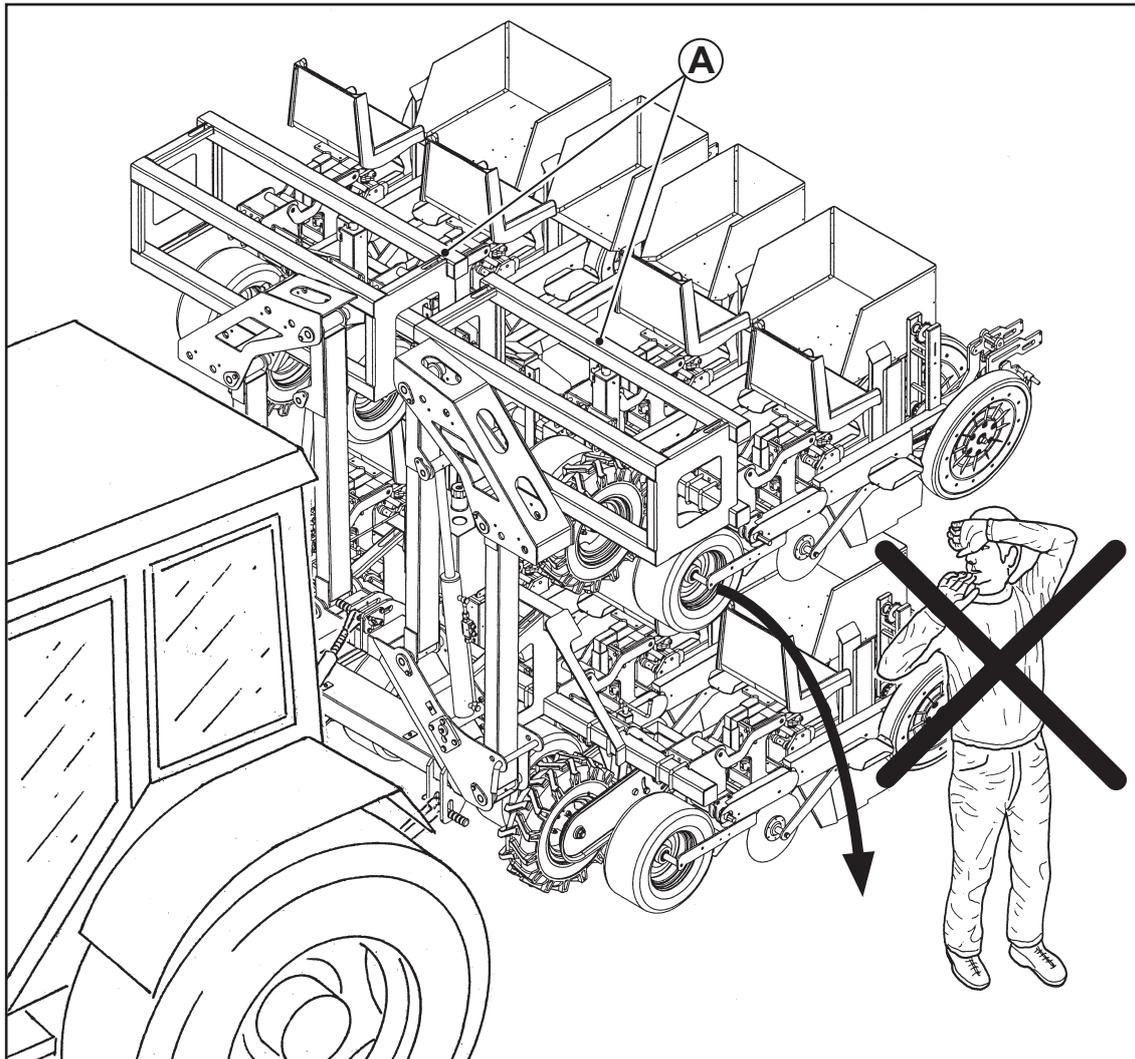

Fig. 5
ATTENZIONE: PERICOLO DI SCHIACCIAMENTO (Fig. 5)! Nelle operazioni di apertura/chiusura delle due unità richiudibili (A), assicurarsi prima che non ci siano persone, animali o cose nelle vicinanze per evitare di venire a contatto con parti appuntite, ma soprattutto rimanere schiacciati dall'unità mobile con conseguenze gravi o mortali.
ATTENTION: DANGER OF CRUSHING (Fig. 5)! In the opening/closing operations of the two resealable units (A), first check that don't stand in the nearby people, animals and objects to avoid the contact with sharp parts, but mostly to avoid of being crushed from mobile unit with important or mortal consequences.
ATTENTION: RISQUE D'ÉCRASEMENT (Fig. 5)! Dans les opérations de ouverture/fermeture des deux unités re-fermables (A), s'assurer en avance que il n'y ait pas personnes, animaux et choses à proximité pour l'éviter de venir en contact avec les parties pointues mais surtout pour éviter de rester écrasée de l'unité mobile avec graves ou mortales conséquences.
ATENCIÓN: PERIGRO DE APLASTAMIENTO (Fig. 5)! En las operaciones de apertura/cierre de las dos unidades ple-gables (A), asegurarse antes que no ha-yan personas, animale so cosas en proximidad para evitar que entren en contacto con las partes puntiagudas pero sobre todo para evitar que sean aplastadas por la unidad mobil con graves o martales consecuencias.